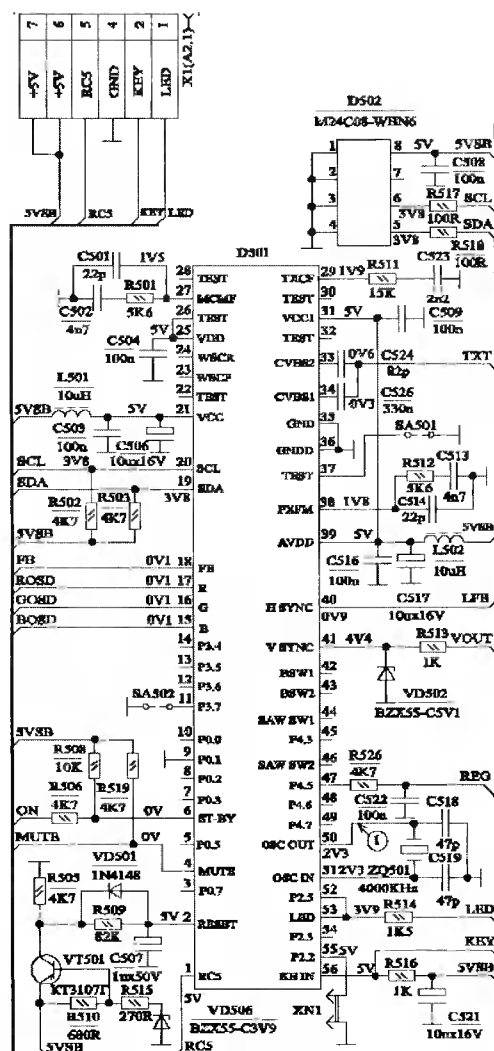

Рис. 28
- центрального процессора 1D501 (рис. 28, табл. 16);
- программируемого постоянного запоминающего устройства 1D502 (рис. 28, табл. 17).